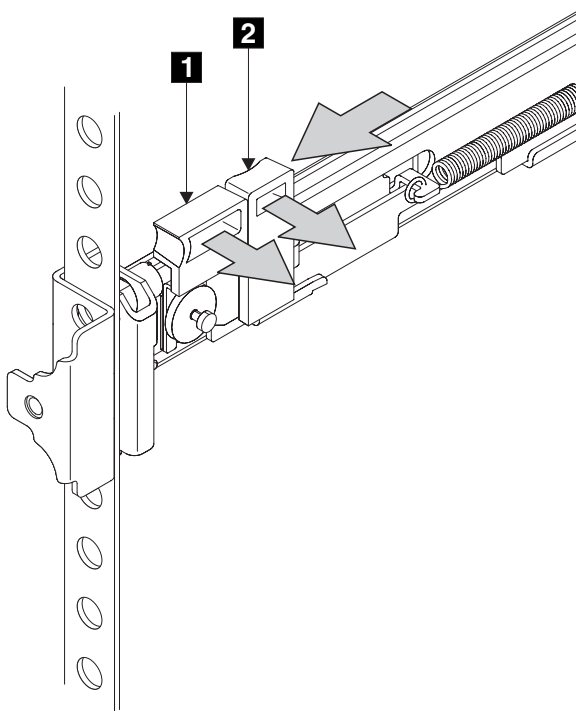

図 84. ラッチ・ロック・キャリア・アセンブリーを閉じる
11. ラッチ・ロック **2** (238 ページの図 84) を押してレールから離し、 キャリアを解放します。ラッチ・ロック・キャリアがラックの前方向にスライドし、位置決めピンが、前部フランジの穴と前部レール・ブラケットの穴を通して突き出ます。